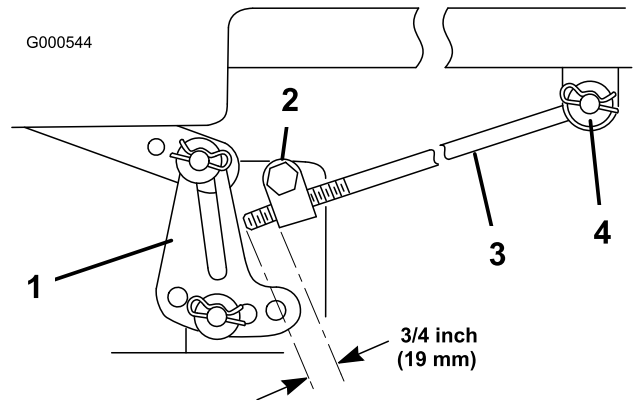

Bild 45
- Messen Sie die Länge der Stange, die aus dem Einstellblock an den Seiten des Rahmens heraussteht (Bild 45).
- Entfernen Sie, wenn die Länge der Stange **nicht** 19 mm beträgt, den Splint und die Scheibe vom Ende der Stange (Bild 45) und drehen Sie die Stange, bis die Länge von 19 mm erreicht ist.